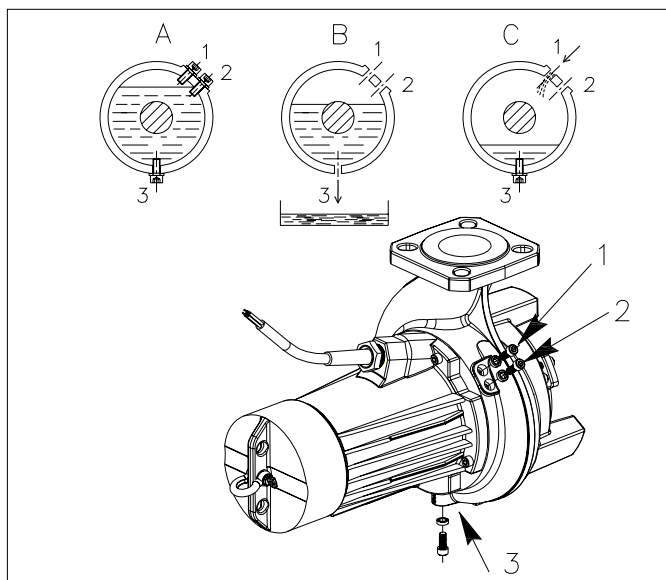

Fig. 7.4
Plaats de pomp horizontaal met de olie aftapplug (1) in de onderste stand (fig. 7.4 positie B).
Verwijder de aftapplug en laat de olie geheel in de bak lopen. Draai de pomp terug in de oorspronkelijke positie (fig. 7.4 positie C).
Vul het oliereservoir met nieuwe olie, tot het olieniveau zich juist onder het vulgat bevindt (fig. 7.4 positie A).